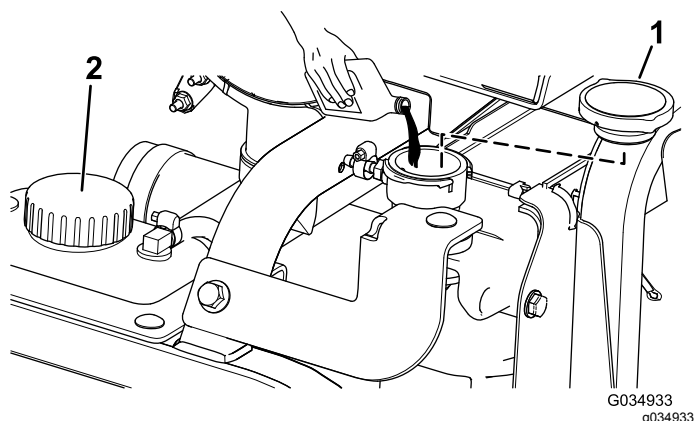

Figura 119
- 5. Llene el radiador de refrigerante hasta que el nivel de refrigerante llegue al borde del orificio de llenado (**Figura 119**).